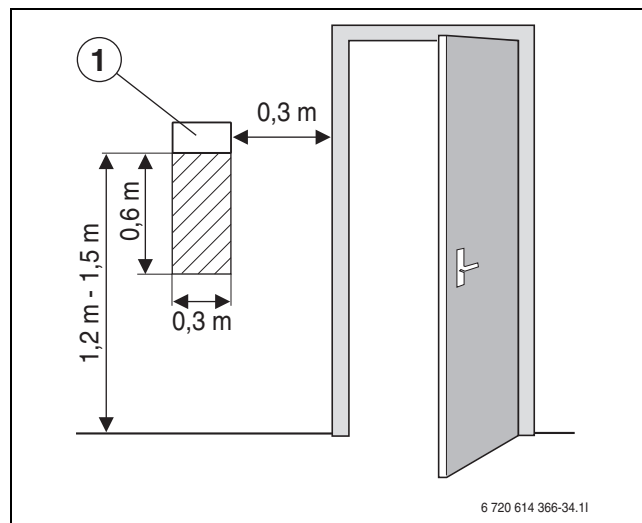

Bild 31 Empfohlener Montageplatz für Raumtemperaturfühler T5
- Damit die Raumluft unter dem Raumtemperaturfühler T5 ungehindert zirkulieren kann, die schraffierte Fläche freihalten (→ Bild 31).